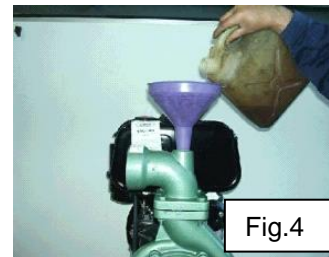

Fig.4
7. Scoateți dopul de umplere cu apă și umpleți conducta de aspirație și carcasa pompei cu apă proaspătă până când aceasta se revarsă. Strângeți dopul și verificați dacă există scurgeri din conducta de aspirație (Fig.4).